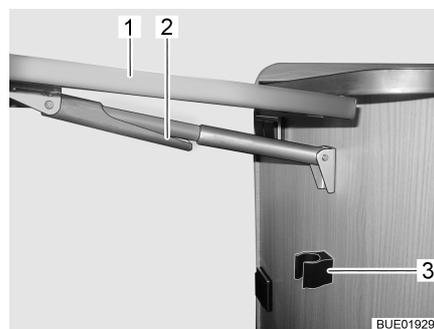

Bild 31 Thekenklapptisch wegklappen
- Thekenklapptisch (Bild 31,1) außen greifen und leicht anheben. Mit der anderen Hand die Fixierung (Bild 31,2) an der Teleskophalterung nach unten schwenken.
- Tischplatte nach unten schwenken, bis die Teleskophalterung in der Halteleiste (Bild 31,3) einrastet.